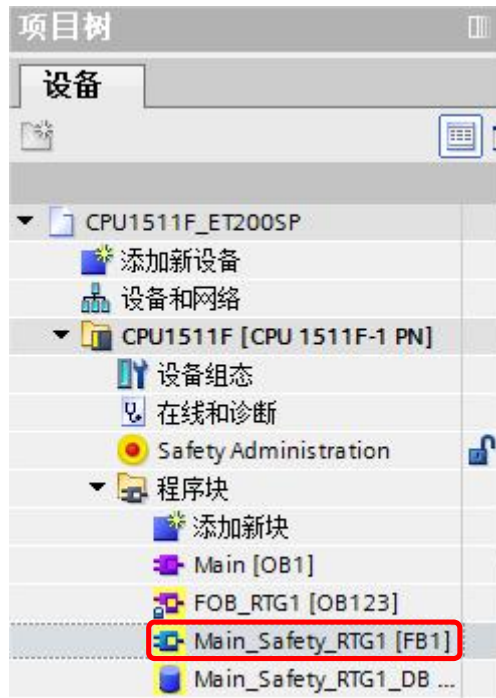

图 3-1 安全程序块
- 1) 在项目编译完成后，系统会自动生成安全主程序块，如图 3-1 所示。